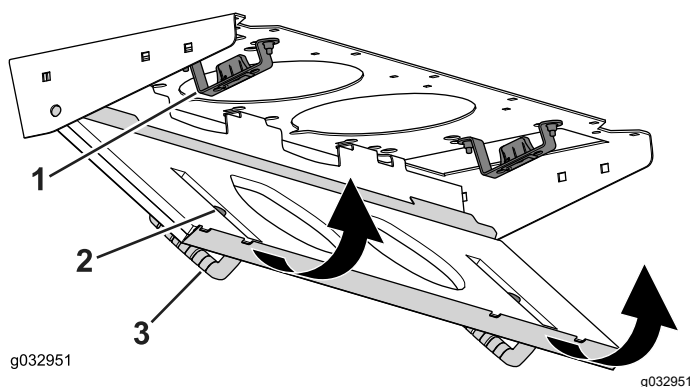

Figura 89
4. Gire la rejilla del filtro sobre las pestañas hasta que el cierre se enganche en el soporte (Figura 89).